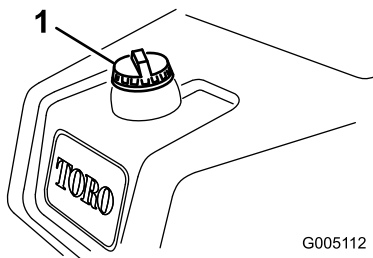

Bild 24
1. Reinigen Sie den Bereich um den Tankdeckel und nehmen Sie den Deckel ab (**Bild 24**).